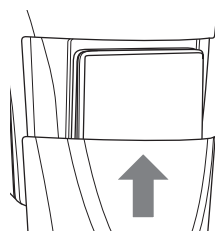

Abb. 4
- ♦ Schieben Sie die Schutzabdeckung **11** auf das Batteriefach (siehe Abb. 4).